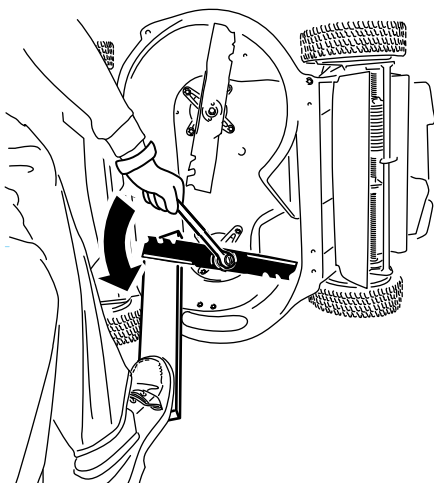

Рисунок 40
1. Используйте деревянную подкладку для неподвижного удерживания каждого ножа и поверните болт крепления ножа против часовой стрелки, как показано на Рисунок 40.